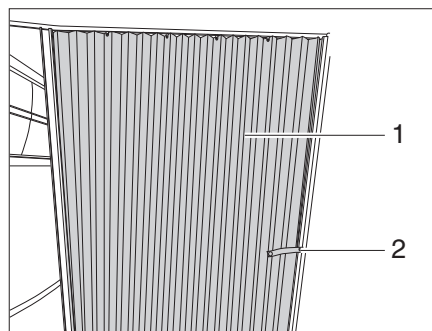

Fig. 79 Cortina plegable
- Soltar la cinta de seguridad (Fig. 79,2).
- Tirar la cortina plegable (Fig. 79,1) a la posición de cierre.
- Dirigir la cortina plegable (Fig. 79,1) a la posición de apertura.
- Fijar la cortina plegable con la cinta de seguridad (Fig. 79,2).